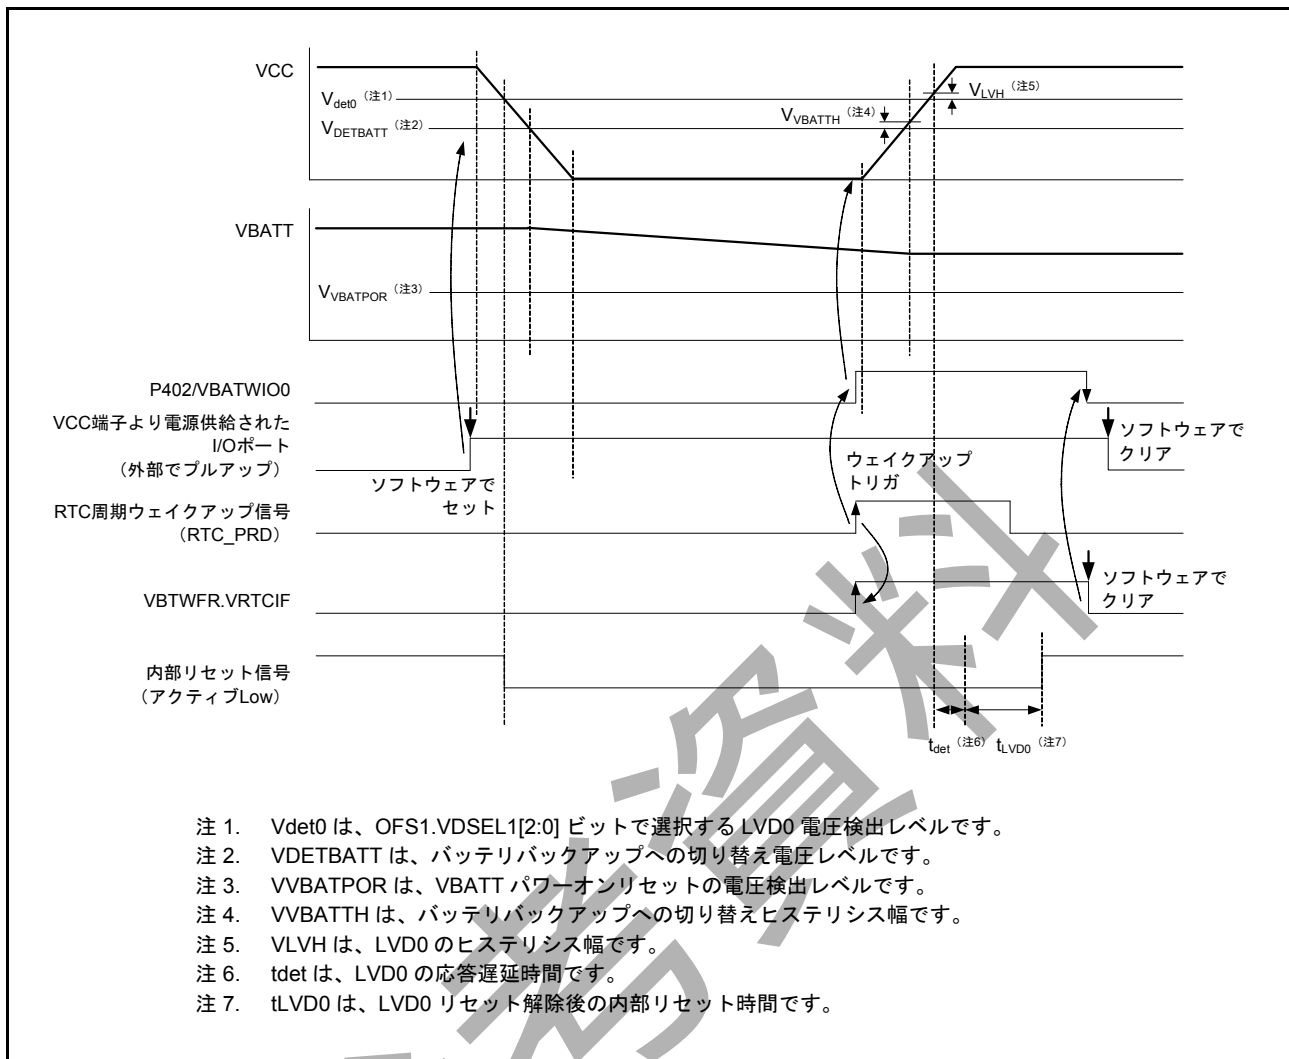

図 12.6 VBATT ウェイクアップ機能のタイミング図
VBATT ウェイクアップ機能のタイミング図を図 12.6 に示します。
3. VBTWFR レジスタを読み出して、VBATT ウェイクアップトリガ要因を確認します。図 12.6 の例では、VBTWFR.VRTCIF ビットが 1 になります。
4. VBTWFR レジスタの対応するビットを 0 にクリアすると、VBATWIOn ポート (n=0~2) でトグル出力が開始されます。図 12.6 の例では、VBATWIO0 ポートは High から Low にトグルします。